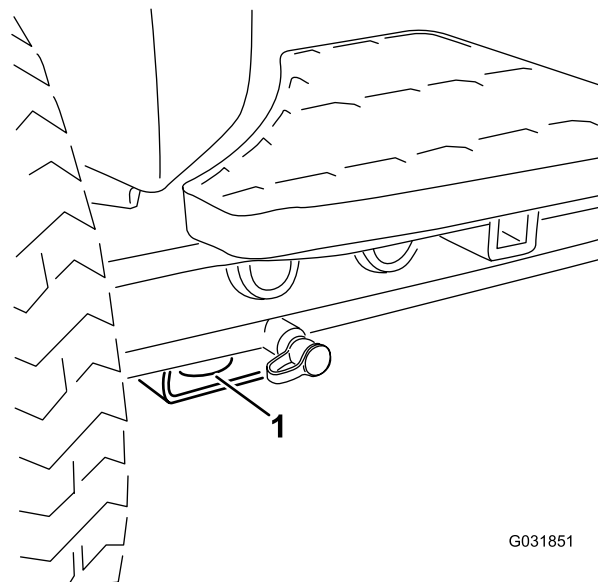

Figura 73
- Fissate la macchina in sicurezza. Le cinghie anteriori e posteriori devono essere orientate verso il basso e all'esterno rispetto alla macchina; fate riferimento a Figura 73 e Figura 74.
- Anteriore – Foro nel supporto rettangolare, sotto il tubo dell'assale, all'interno delle ruote anteriori (Figura 73)